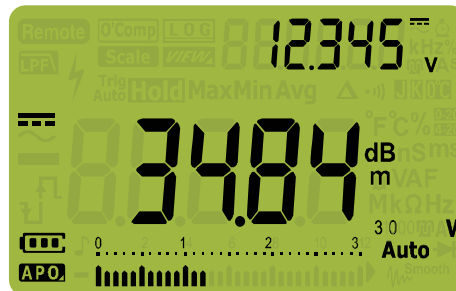

Figure 2-8 Affichage dBm
- 2 Appuyez sur Dual Ext jusqu'à ce que les mesures de tension soient affichées sous la forme d'une valeur dBm, comme illustré à la Figure 2-8.